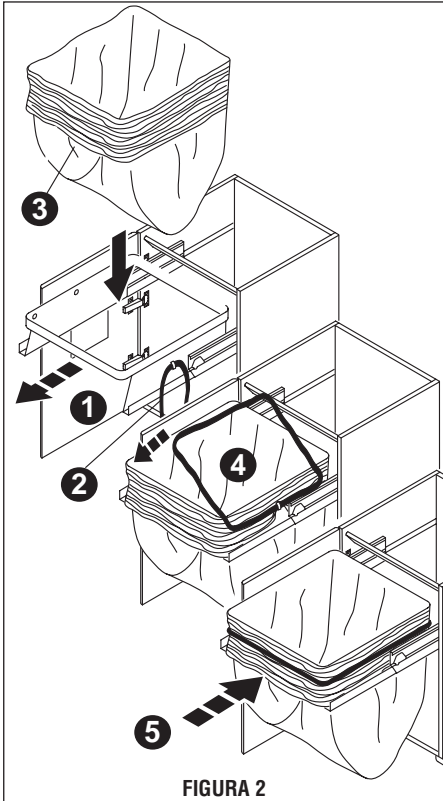

FIGURA 2
FIGURA 2. Introduzca la bolsa de plástico adjunta en el receptáculo deslizable para residuos. Primero, deslice hacia afuera el receptáculo para residuos (1) y quite la correa roja redonda (2). Enrosque la parte superior de la bolsa varias veces (3), introduzca la bolsa de plástico en el receptáculo para residuos y ajuste con la correa redonda (4). Empuje el receptáculo para residuos hacia adentro del mueble y cierre la puerta del mueble (5).